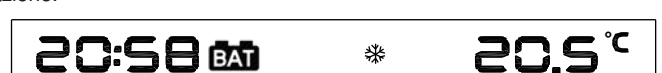

Fig.16
**Simply** è dotato di due soglie di scarica delle batterie. Superata la prima soglia compare il simbolo BAT (fig.16) mentre l'apparecchio continua a funzionare regolarmente. Al raggiungimento della seconda, **Simply** blocca completamente le sue funzioni di termoregolazione mentre il display presenta l'ora, la temperatura ed il simbolo di batteria scarica (BAT) lampeggiante. Durante la sostituzione delle pile, **Simply** rimane acceso per 1 minuto in assenza di alimentazione.